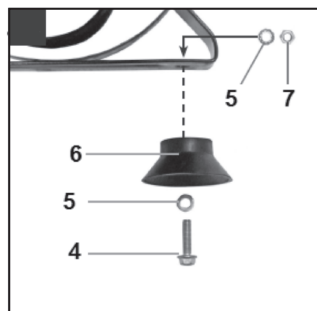

Рис. 3
- Установите на компрессор опорные ножки (рис. 3);